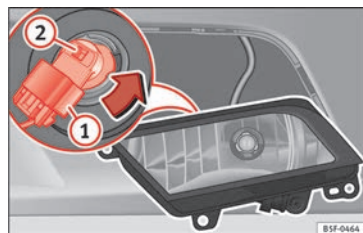

Abb. 192 Nebelscheinwerfer
- Ziehen Sie den Stecker » Abb. 192 ① von der Lampe ab.
- Drehen Sie den Lampenträger » Abb. 192 ② nach links und ziehen Sie.